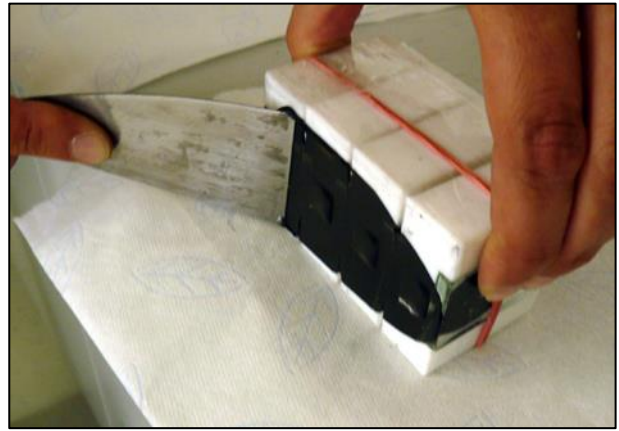

Рис. 19: Удаление излишков клея с поверхности
2. Подготовьте как минимум два образца для каждого теста. Заполните швы клеем-герметиком Sikasil® SG, удалив излишки материала с помощью шпателя [5] или другого инструмента (рис. 19).